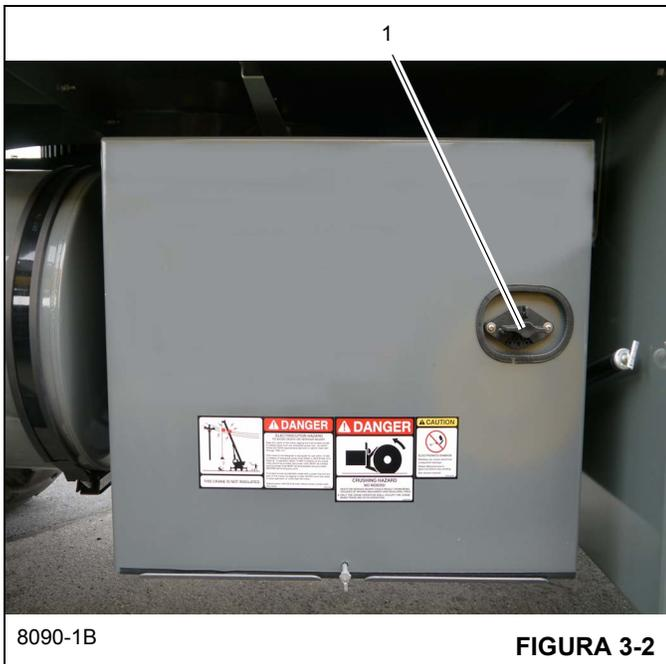

FIGURA 3-2
Há uma chave de desconexão das baterias (1) (Figura 3-2) localizada à direita da caixa de baterias.